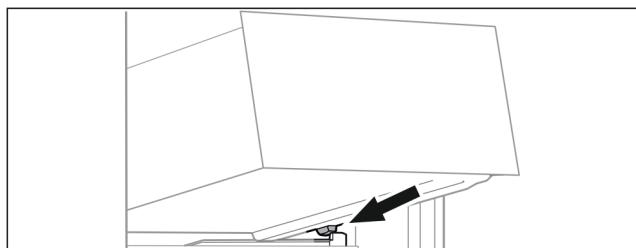

Fig. 100
- ▶ Założyć szufladę pod skosem za stoperami na żebro pojemnika. (patrz Fig. 100)